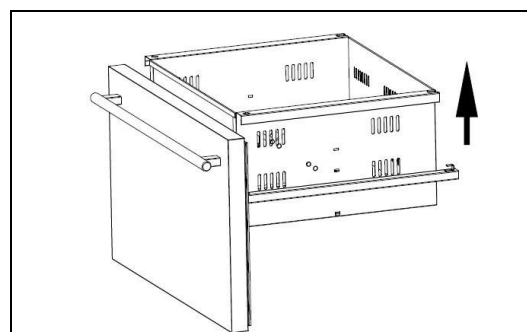
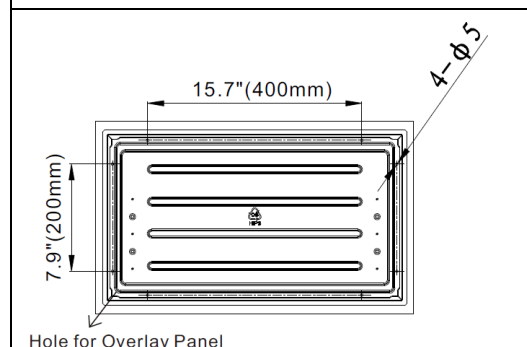

Fig.1
Fig.2
2. Suivez ces étapes pour installer les sièges de séparation permanents gauche et droit sur le tiroir supérieur (figure 1) et le tiroir inférieur (figure 2)
3. Percez les 8 trous indiqués à l'aide d'une mèche de 9/50" sur les 4 côtés de la façade de la porte du tiroir. (Fig.2)